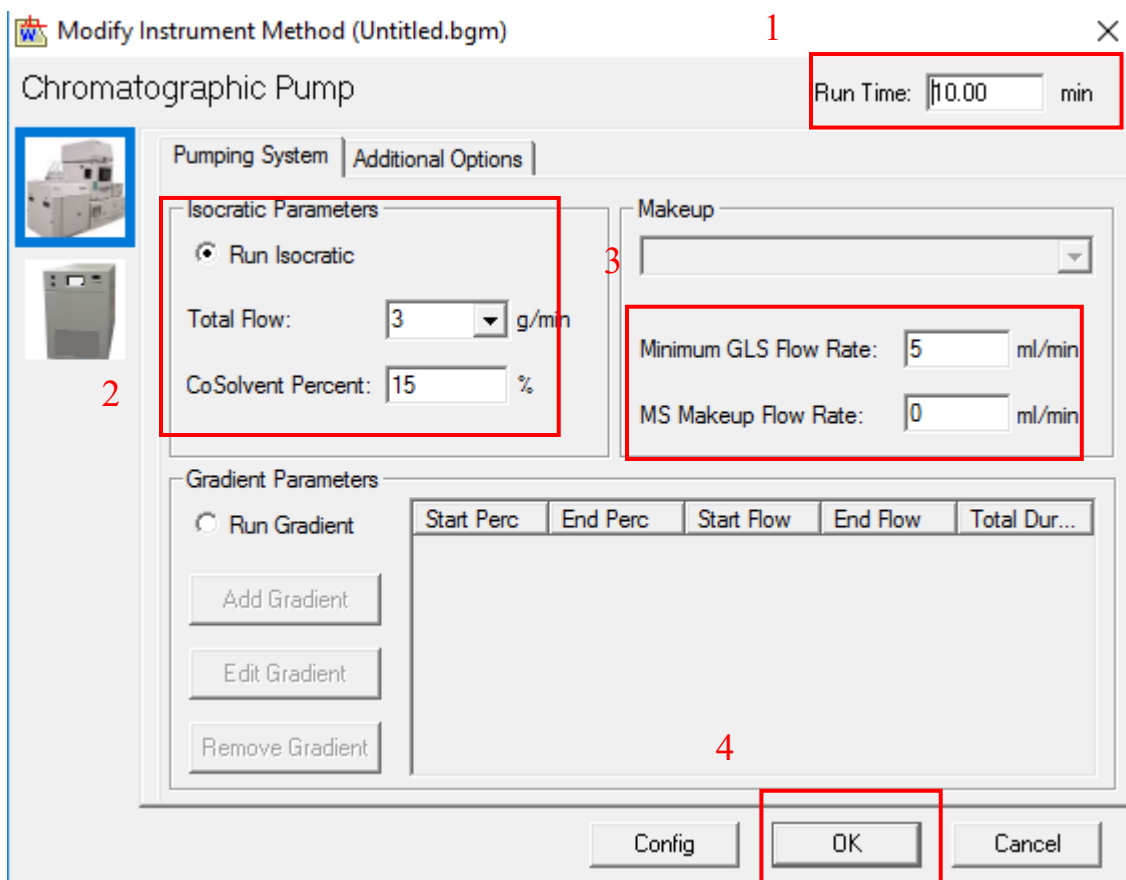

图6-20
- 图6-20，在Chromatography pump栏，设置液相运行总时间Run time
- ① 等梯度洗脱（Run Isocratic）：选择Run Isocratic，设置Total Flow, Co-Solvent Percent (<40%), Minimum GLS Flow Rate (25-30 ml/min)以及MS Makeup Flow Rate (0.6-1ml/min) (图6-20)；点击OK